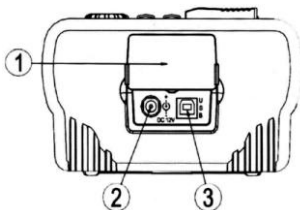

Figura 2
3.2 Elevação lateral do instrumento (Como é mostrado na Figura 2)
Legenda Figura 2: